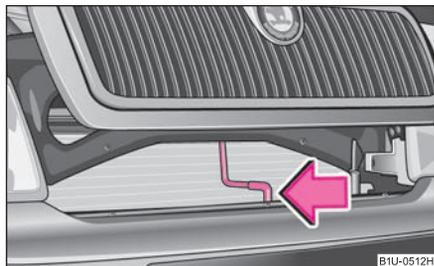

Fig. 15 Calandre: Levier de sûreté
- Poussez le levier de sûreté dans le sens de la flèche ⇒ fig. 15 et levez le capot.